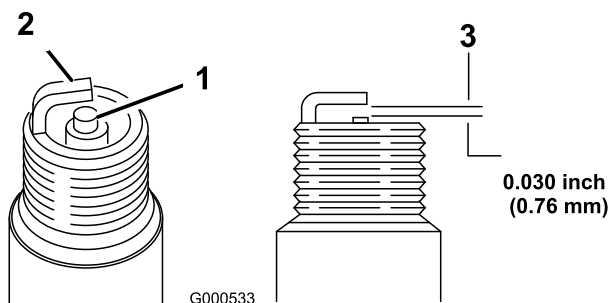

Figura 30
1. Veja a parte central das velas de ignição (Figura 30).
2. Verifique a folga entre os eléctrodos central e lateral (Figura 30) e dobre o eléctrodo lateral, se verificar uma folga incorrecta.